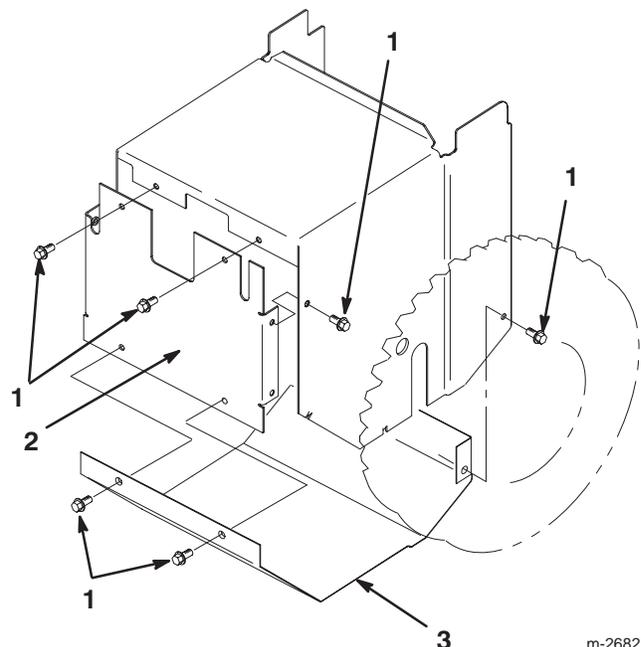

Bild 36
5. Entfernen Sie die acht Schrauben, mit denen die hintere und untere Abdeckung befestigt sind und entfernen Sie die Abdeckungen (Bild 36).